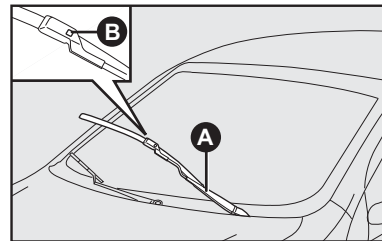

fig. 24
Substituição das palhetas do limpador do para-brisa - fig. 24
- 1) Levantar o braço **A-fig. 24** do limpador do para-brisa;
- 2) Apertar a trava **B-fig. 24** e tirar a palheta, empurrando-a para cima e desengatando-a do braço **A-fig. 24**;